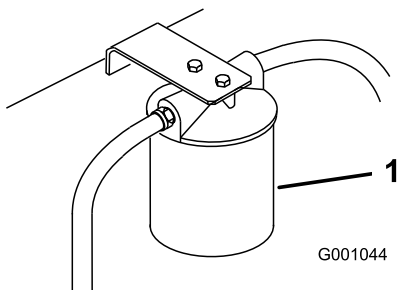

Bild 56
3. Stellen Sie eine Auffangwanne unter den Filter, bauen Sie den alten Filter aus und wischen Sie die Dichtungsfläche des Filterstutzens sauber (Bild 56).